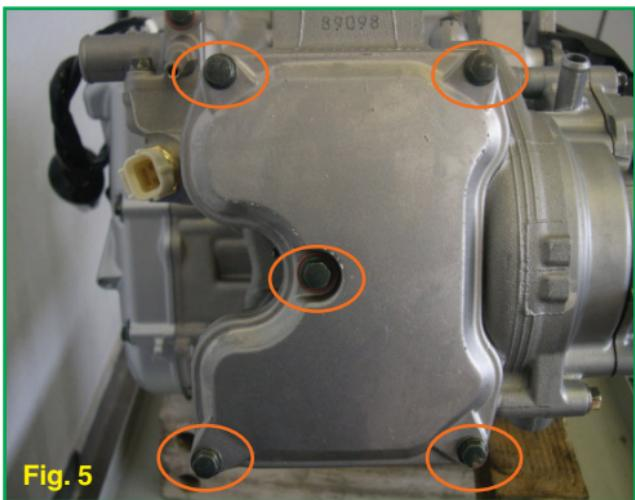

Fig. 5
- Retirer le couvercle des pousoirs (n°5 vis M6). (Fig. 5).
- Reposer le couvercle des soupapes (Fig. 5), le joint en cuivre sous la vis centrale.